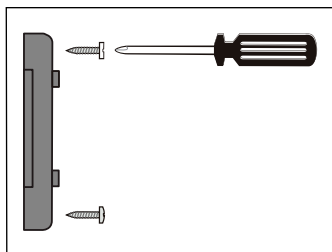

Figure 7
5. Placez le support de fixation murale de l'indicateur au niveau des trous percés et fixez à l'aide de deux longues vis cruciformes. (Voir Figure 7)